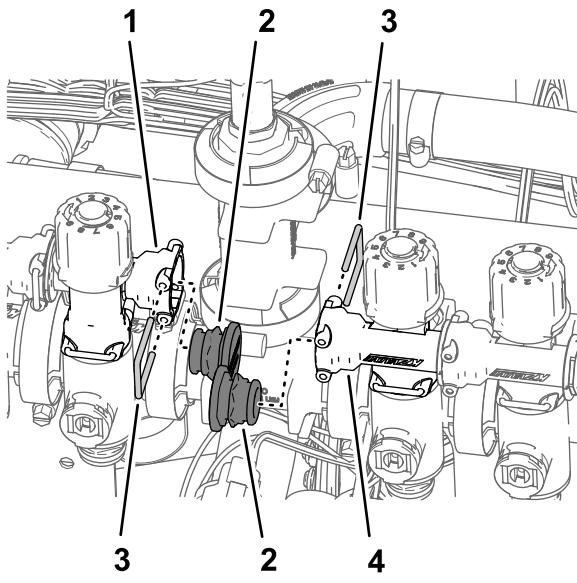

图100
- 取下喷嘴阀 5 和 6 上快速断开接头槽内固定栓塞的卡环然后取出栓塞图100。